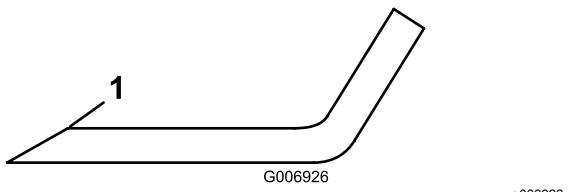

図 87
4. 全部のブレードの刃先を丁寧に点検する。刃先に摩耗や欠けがある場合には研磨するが、研磨は刃先の上面だけに行い、刃の元々の角度を変えないように十分注意する図 87。